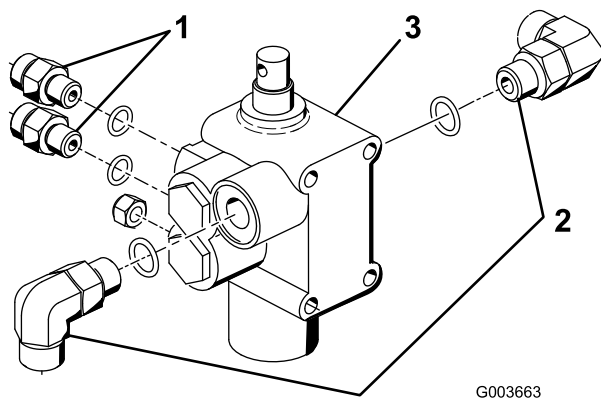

Figura 4
1. Enrosque los 2 acoplamientos hidráulicos rectos y los dos acoplamientos de 90 grados en la nueva válvula de elevación. Posicione los acoplamientos según se muestra en Figura 4. No apriete todavía los acoplamientos de 90 grados.